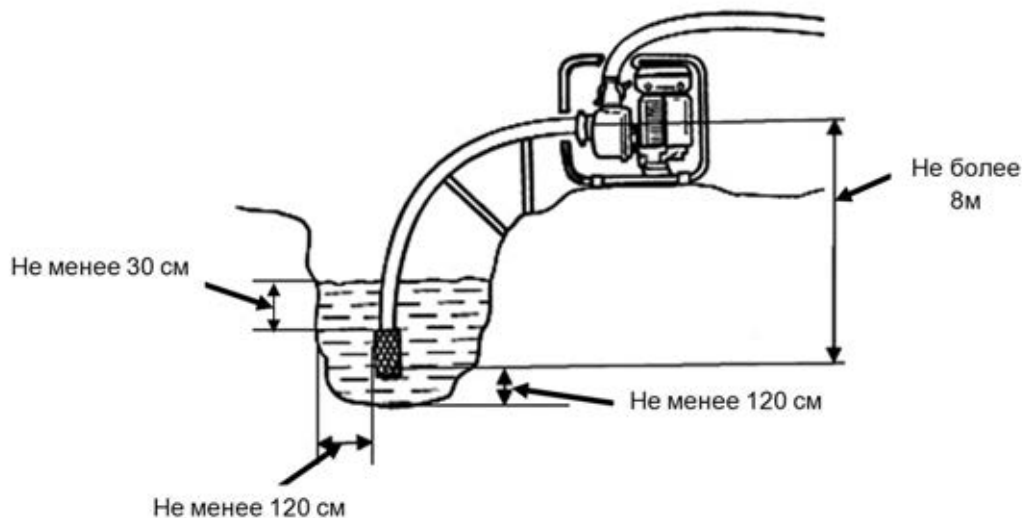

Рис.10
1. Установите мотопомпу вблизи водоема (емкости) на твердую ровную горизонтальную поверхность, опустите фильтр всасывающего рукава в водоем (емкость), обеспечив вертикальное положение фильтра. При установке фильтра соблюдайте все необходимые расстояния, как показано на Рис. 10.